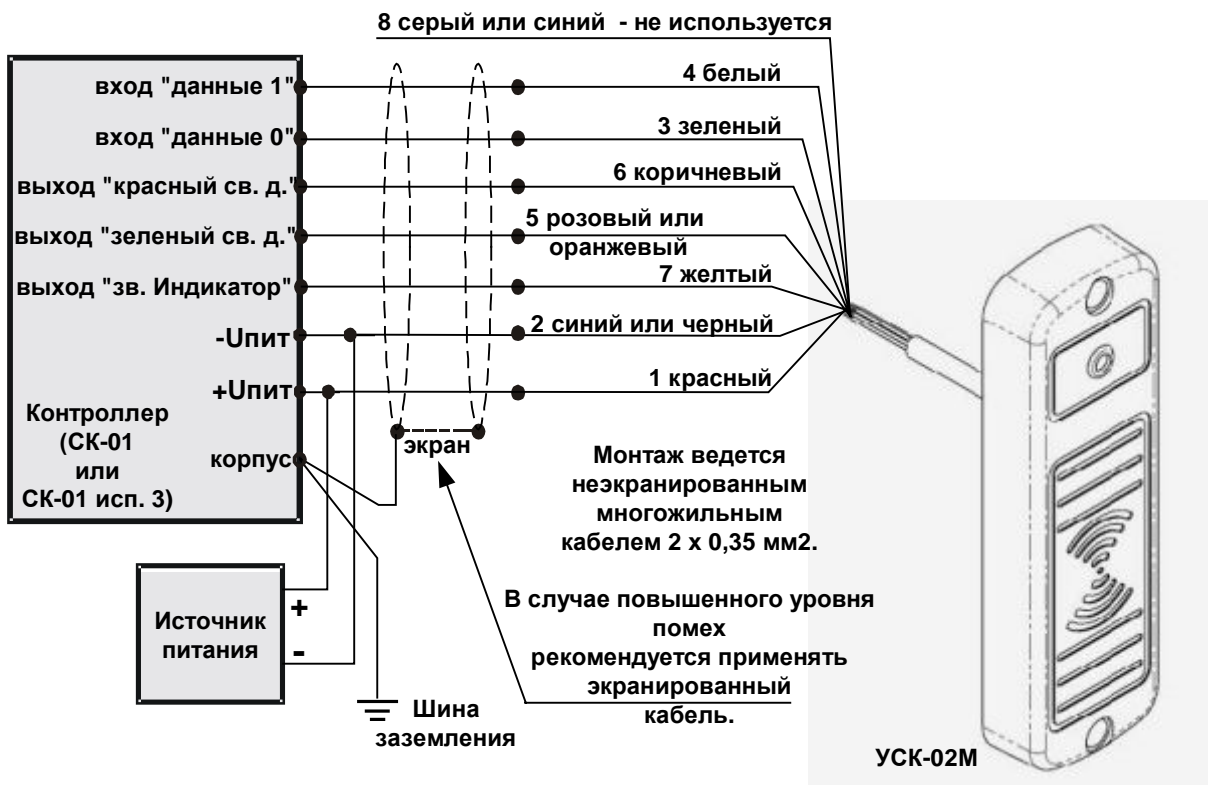

Рис. 3 Подключение УСК
5.3 Выполнить подключение УСК к кабелю контроллера СКУД в соответствии с Рис. 3 и Таблица 2.
- 6.2 Для обеспечения питанием и обмена данными по интерфейсу Wiegand с контроллером СКУД соответствующие провода кабеля УСК, выходящие из корпуса, подсоединяются проводам кабеля от контроллера СКУД (см. Рис. 3, Таблица 2).